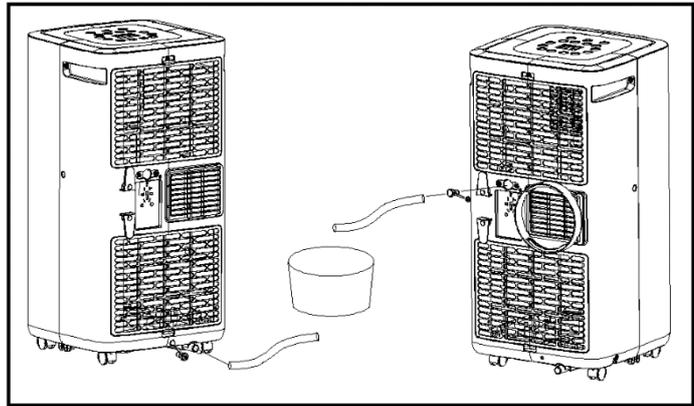

Fig. 4
- Drenagem contínua (somente no modo de desumidificação): Remova a tampa de borracha na parte inferior da unidade e conecte uma mangueira de drenagem à abertura. Deixe a água vaziar em um recipiente (fig.4).